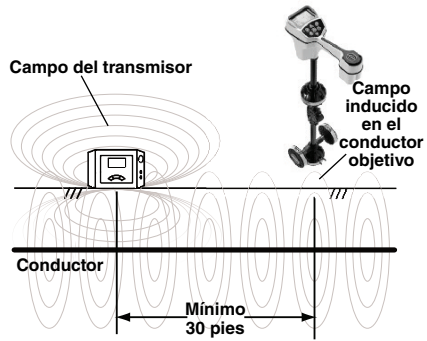

**Figura 15 – Orientación con respecto al conductor, en la modalidad inductiva**
- Coloque el transmisor en posición correcta con respecto al conductor objetivo (vea la Figura 15). En la parte superior del transmisor hay una flecha. Coloque el transmisor en el suelo y haga el alineamiento de la flecha con el conductor objetivo.